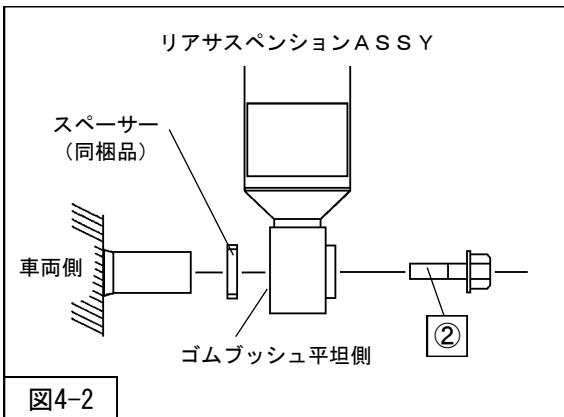
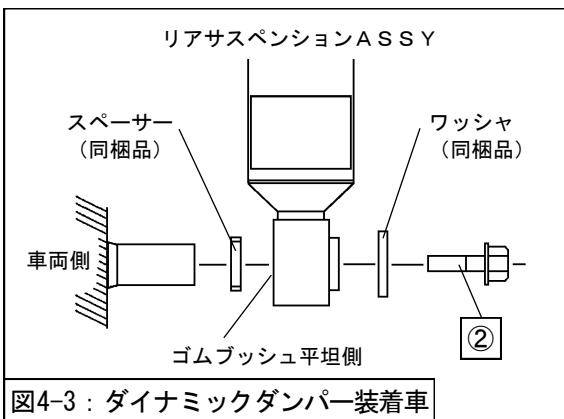

図4-2
図4-3：ダイナミックダンパー装着車
3. リアサスペンションASSYロア取付け部の車両側のシャフトにスペーサー（同梱品）を取付けてください。（図4-2・図4-3）
4. ダイナミックダンパー装着車はワッシャ（同梱品）を取付けてください。（図4-3）
5. ②リアサスペンションASSYロア取付ボルト
を取付けてください。（図4-2・図4-3）